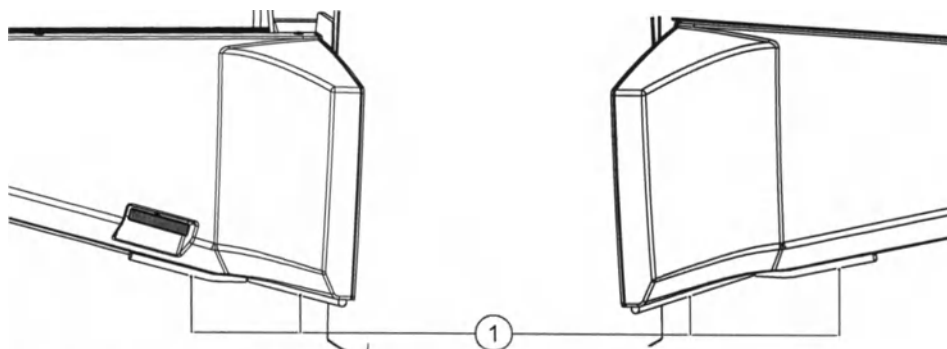

Рис. 3.5 Датчики защиты от отداвливания ног
Под системой позиционирования пациента с каждой стороны кушетки рядом с радиационным блоком расположены датчики защиты от отдавливания ног (1) (см. Рис. 3.5 ). При попадании любых объектов между системой позиционирования пациента и полом при перемещении кушетки датчики срабатывают, генерируя системную ошибку, и любые перемещения кушетки приостанавливаются.